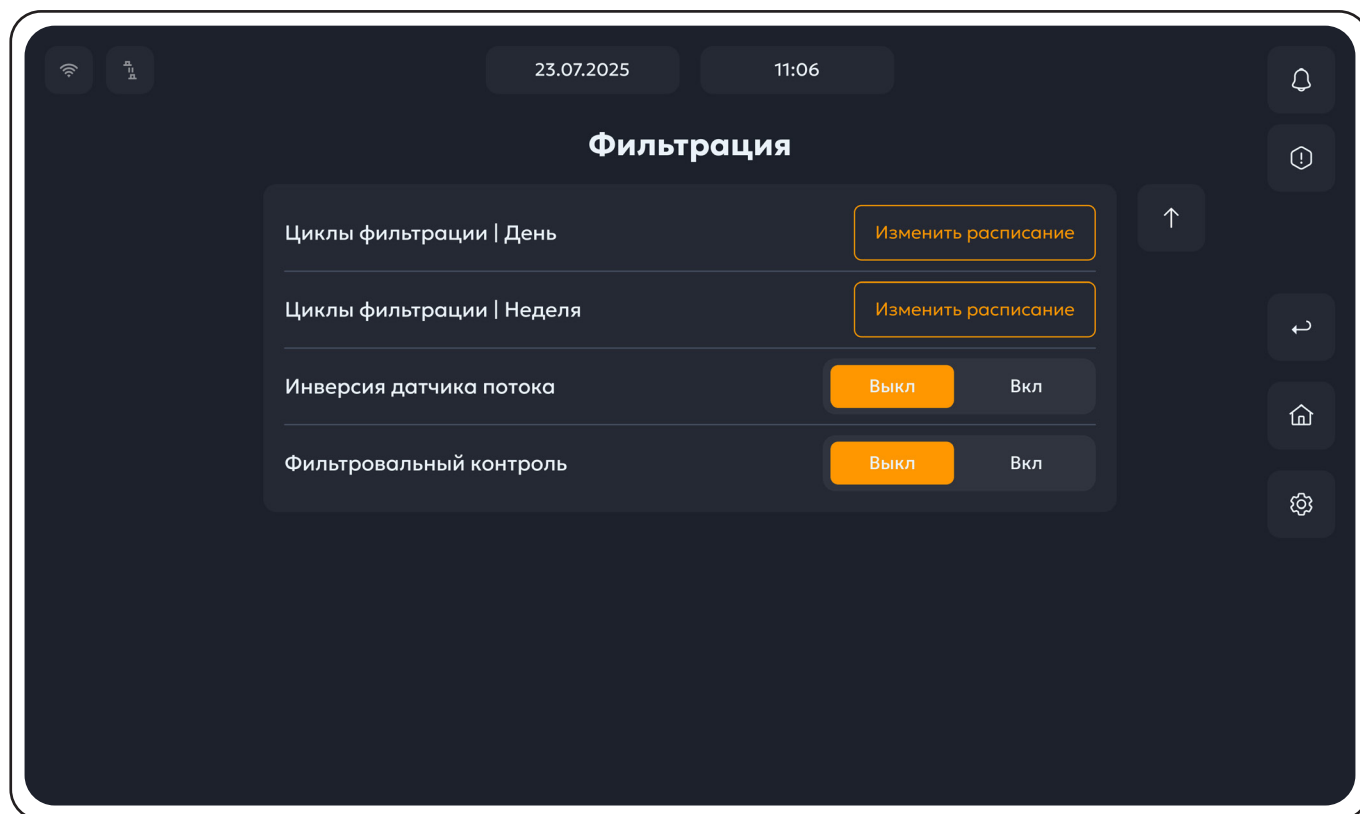

Рисунок 24. Меню пункта **Фильтрация**, страница 2.
1. Кнопкой "**Вниз**" перейти на следующую страницу (рис.24);
1. Кнопкой **"Вниз"** перейти на следующую страницу (рис.24);